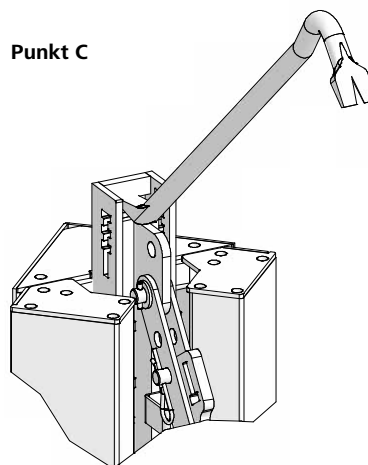

Abb. 54.5
7. Um die Ausschalecke wieder in die Ausgangsposition zurückzubringen wird das Hebeisen am Punkt C (Abb. 54.5) angesetzt und nach unten gedrückt.